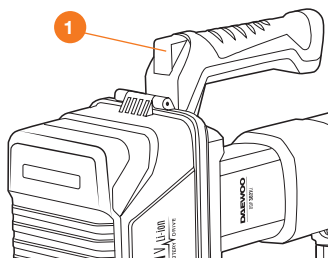

Рис. 5
- Убедитесь, что блок управления надежно закреплен на достаточном расстоянии от воды, чтобы избежать попадание воды внутрь блока. Для погружения и подъема насоса используйте веревку или трос, привязанную к корпусу через специальную проушину **1** (Рис. 5).